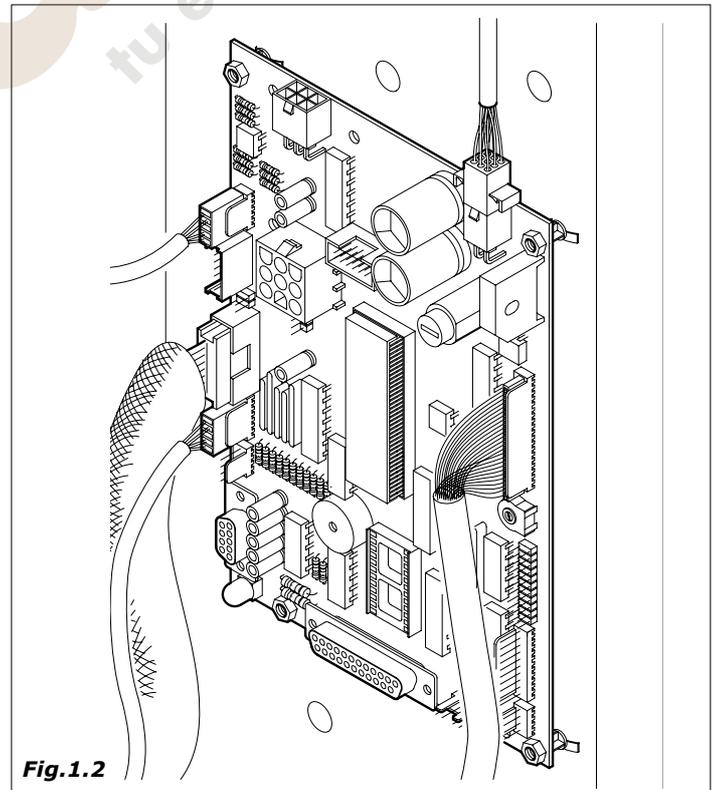

Fig. 1.2
- versión del programa contenido en el microprocesador (etiqueta adhesiva que hay colocada sobre un componente de la placa Master). (Fig.1.2).